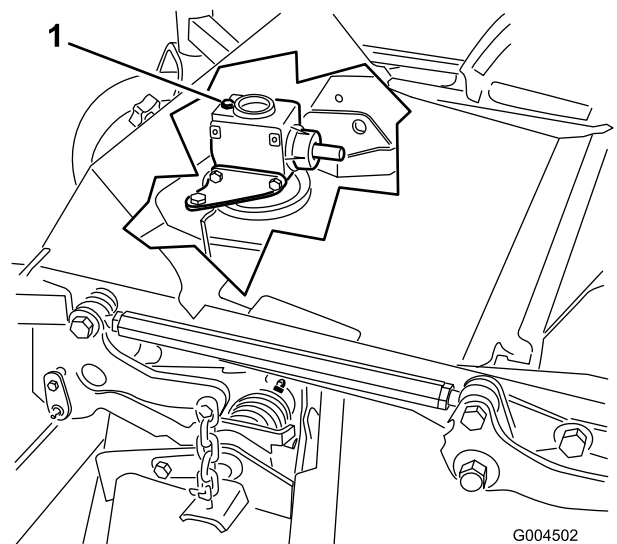

Figure 37
6. Retirez le bouchon de remplissage-jauge au sommet du boîtier d'engrenages et vérifiez que le niveau de lubrifiant se situe entre les repères sur la jauge (Figure 37).
6. Retirez la jauge-bouchon de remplissage au sommet du boîtier d'engrenages (Figure 37).